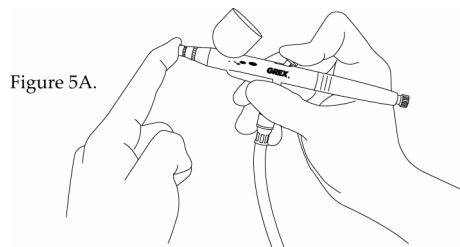

Figure 5A.
3. Utilisez votre doigt ou une serviette pour bloquer doucement le devant de l'ouverture de votre aérographe (couvercle de l'aiguille). Se référer à la figure 5A ci-dessous.